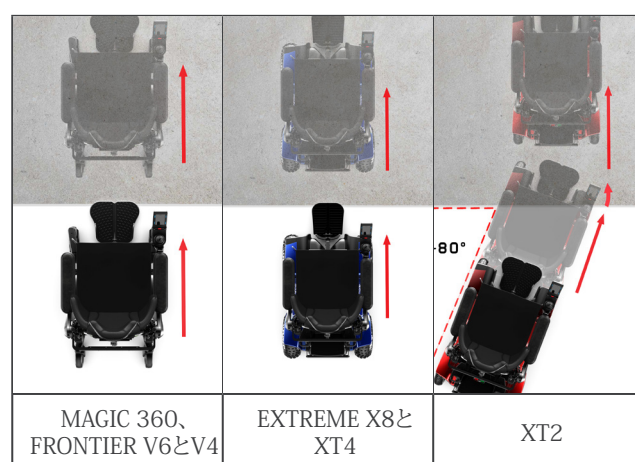

図 3.1 - 障害物への接近
- Magic 360、Frontier V6とV4、Extreme X8とXT4：障害物に両前輪が同時に触れるように接近してください。(図3.1)
- XT2:障害物に両輪が同時または軽く斜めに触れるように接近してください。(図3.1)